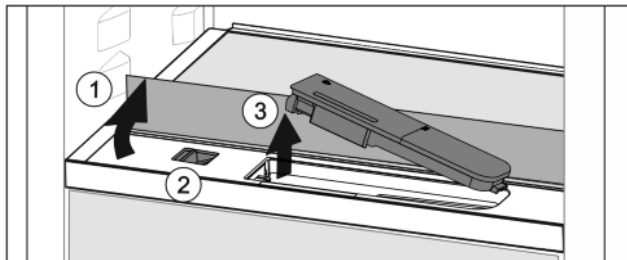

Fig. 47
- ▶ Skleněnou desku nadzvedněte a zaklapněte dozadu až na doraz Fig. 47 (1).
- ▶ Posuvník Fig. 47 (2) posuňte doleva.
- ▶ Vyjměte nádržku na vodu Fig. 47 (3).